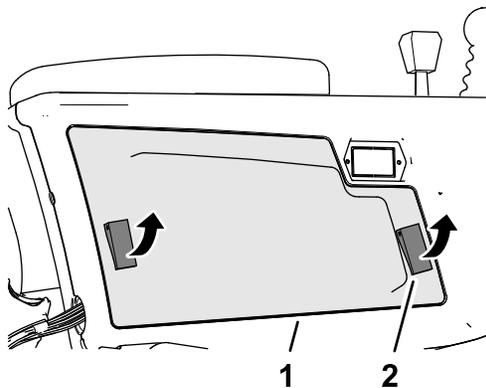

图 97
2. 打开将控制臂盖子固定到控制臂的 2 个门锁，然后拆下盖子 (图 97)。